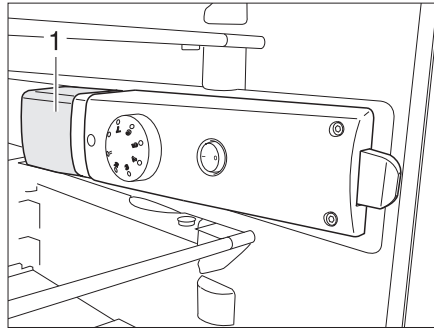

Fig. 301 Lampe du réfrigérateur
- De l'arrière, saisir en dessous du cache de luminaire (Fig. 301,1) et soulever le cache de luminaire d'env. 3 mm.